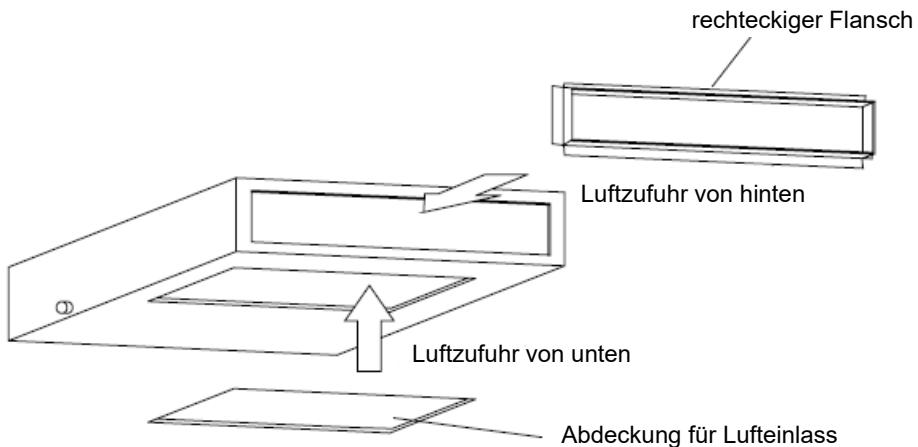

Abb. 11
- Der rechteckige Flansch am Lufteinlass wird standardmäßig an der Rückseite des Gerätes installiert, der untere Lufteinlass ist abgedeckt (siehe Abb. 11).